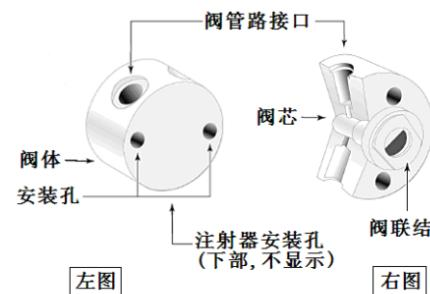

图2-6. 3口阀安装图
2. 调整泵上编码器半圆出轴，将其插入旋转阀的连接槽中如图2-6右图位置。